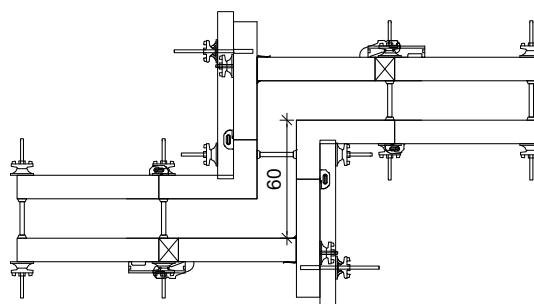

Рис. 40
- Элемент TRIO TRS ST 60 (16)
- Угол TRIO TE/R (L)-ST (15)
- Натяжной крючок ST 400 (26)
- Ригель 85 (23)
- Гайка-шайба и болт для колонн (27)
- (Рис. 40)